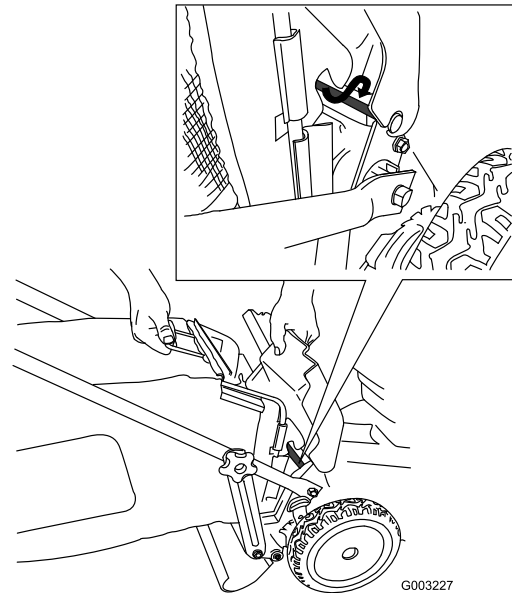

Figure 37
4. Montez le bac sur la tige du volet (Figure 37).